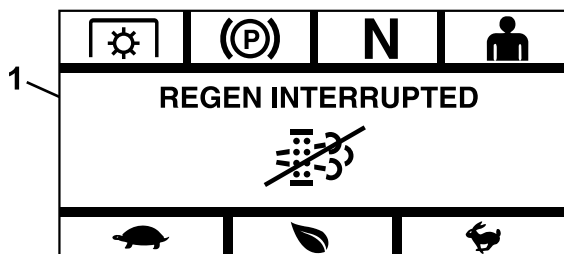

Figura 18
- **Interrumpida** — si se interrumpe el proceso, el módulo muestra la pantalla Regeneración interrumpida (Figura 18). Si usted inició el proceso, el módulo sale del proceso. Si el proceso fue iniciado por la UCE del motor, la UCE pone el motor en el Modo de Protección del motor y solicita una regeneración de recuperación.